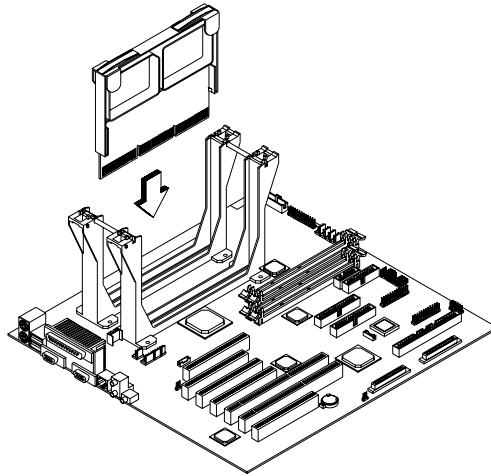

Figura 3-10 Tarjeta de terminación
1. Coloque la tarjeta de terminación sobre la ranura vacía, como muestra la Figura 3-10.